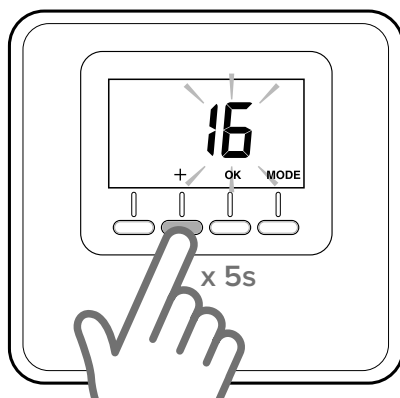

Fig. 14
- Premere per 5 secondi il tasto “+” sul sensore ambiente (fig. 14).